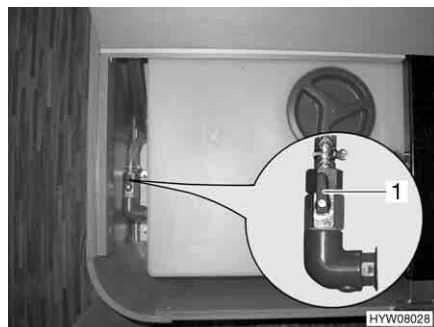

Fig. 206 Serbatoio dell'acqua con rubinetto di scarico
- Ruotare la leva di comando (Fig. 206,1) sul rubinetto di scarico trasversalmente al senso di marcia.
- Ruotare la leva di comando (Fig. 206,1) nel senso di marcia. L'acqua fuoriesce fino a 20 litri.